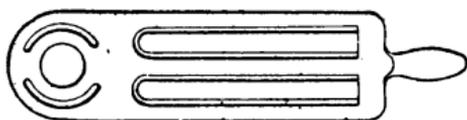

Fig. 669.
**Têtes de cheval.** — Support à coulisses sur lequel on monte les roues d'engrenages intermédiaires des tours à fileter (fig. 669).